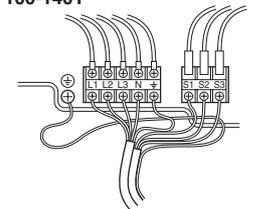

Fig. 6-2
6.1. Unità esterna (Fig. 6-1, Fig. 6-2)
- 2 Posizionare i cavi secondo la Fig. 6-1 e la Fig. 6-2.